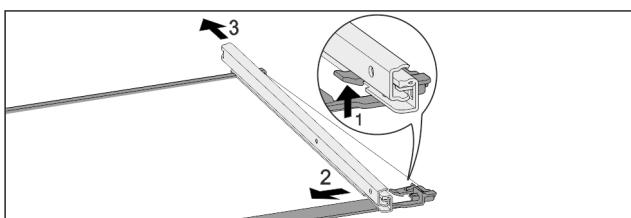

Fig. 139 Sklenená doska s koľajničkami
- Potlačte predný západkový hák nahor. Fig. 139 (1)
- Odsuňte vyťahovaci kolajničku do strany Fig. 139 (2) a dozadu Fig. 139 (3).